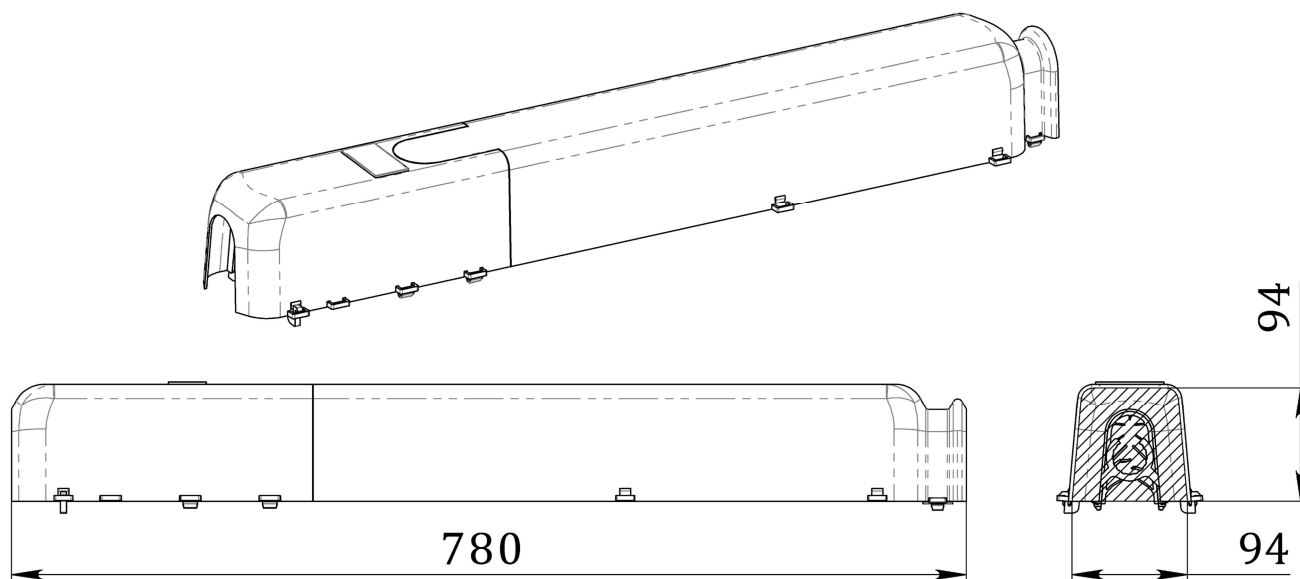

Рис. 3. Общий вид и основные размеры ПЗУ-ВРА (сплошной кожух)
- в виде составного кожуха с отверстием в верхней части для выхода шлейфа провода при его верхнем расположении (как правило, на средней фазе линии, в случае когда шлейф крепится на штыревом изоляторе). Конфигурация и габаритные размеры птицезащитного устройства в первом и втором варианте сборки показаны на рис. 3, 4.